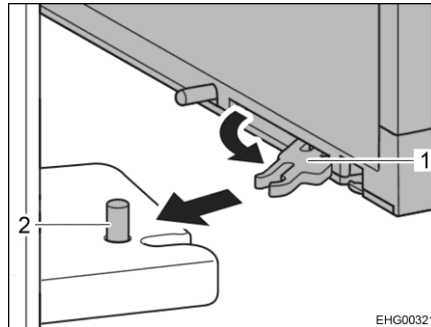

Bild 83 Lås till kylskåpsdörr
- Fäll ut distansdelarna (Bild 83,1) på insidan av kylskåpsdörren upptill och nedtill och dra dem framåt.
- Låt vardera distansdel haka fast i bulten (Bild 83,2).